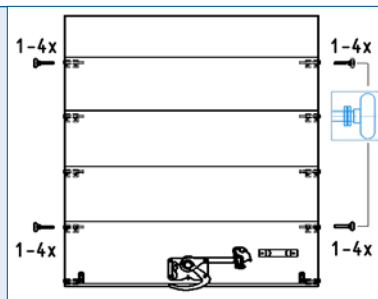

Abb. 2.3.4
- Um Toleranzen im Schienenabstand (max. + 5 mm) auszugleichen, unterlegen Sie die gekennzeichneten Rollen mit 1 bis 4 Unterlegscheiben (Abb. 2.3.4). Die Rollen müssen an der engsten Stelle in der Schiene noch 3 - 4 mm Spiel haben.
Achtung: Durch die Unterlegscheiben bleibt das Tor fest im rechten Winkel zur Führungsschiene (Abb. 2.3.4). Es wandert nicht, streift nicht an der Schiene und hält länger. Montieren Sie die Scheiben nicht, können die Anlaufscheiben beschädigt werden.